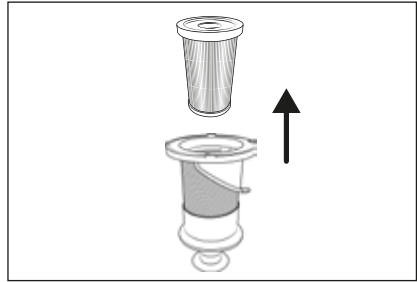

Fig. 19
- 4) Tag HEPA-filteret **5** ud af filteret af rustfrit stål **6** ved at holde i åbningen på HEPA-filteret **5** og tage det ud af filteret af rustfrit stål **6** (se fig. 19).